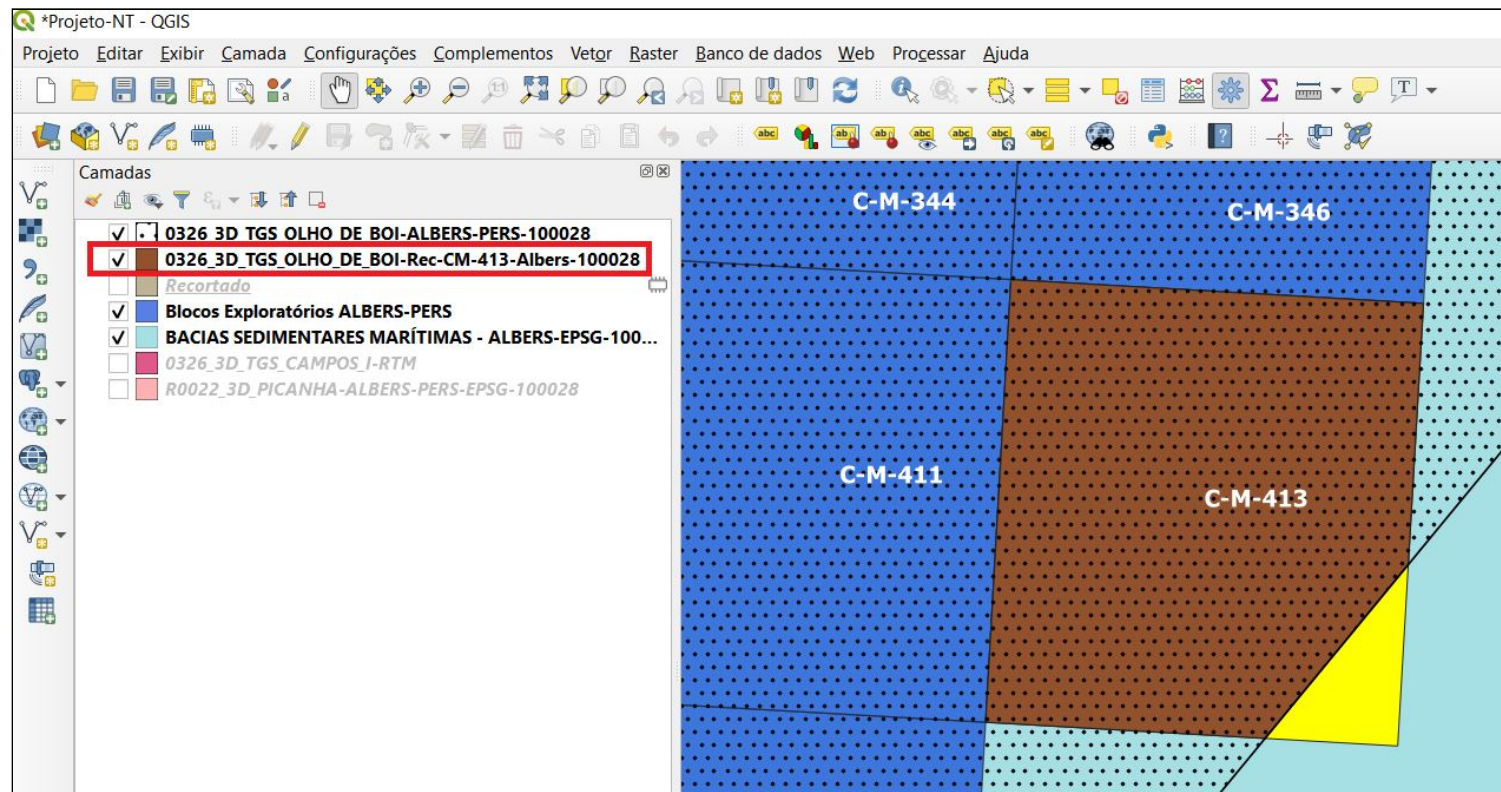

Figura 20 - Camada recortada salva como 0326\_3D\_TGS\_OLHO\_DE\_BOI-Rec-CM-413-Albers-100028 - Fonte: ANP
g) O resultado, mostrado na figura 20, será uma feição totalmente "inserida" (área feição  $\leq$  área do bloco) e agora basta utilizar o procedimento ***Cálculo de Área de Feição Circunscrita à Área do Bloco*** (item 2.2.3.2 - IV)